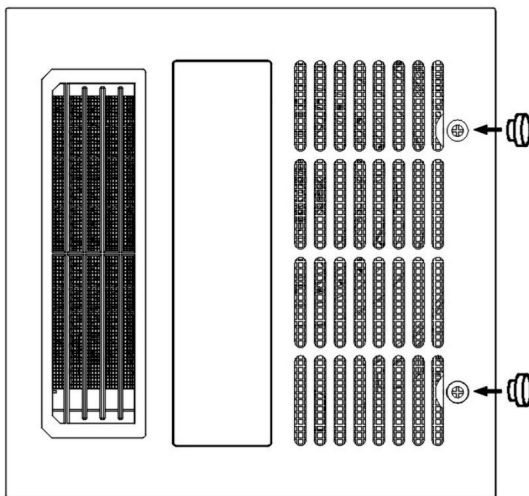

Fig. 10.
11. Tryck in silikonplåtspuggen i de två skruvhålen. Alla installationer är klara. (Se bild 10.)